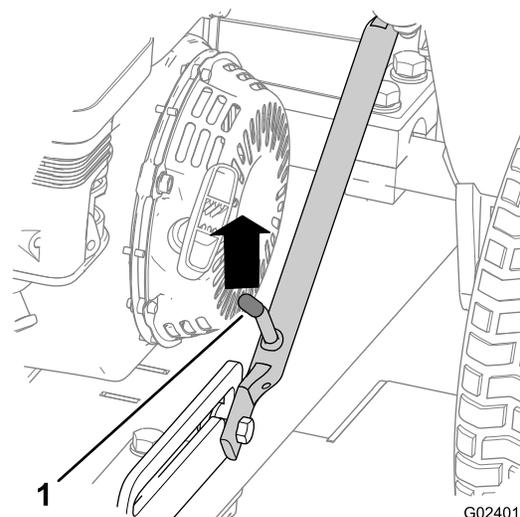
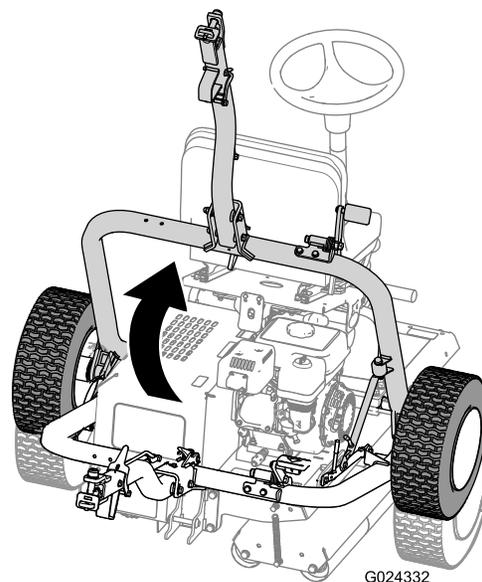

Рисунок 15
Рисунок 19
- А. Поднимайте сцепку, пока фиксирующий рычаг не выйдет из зацепления с прорезью защелки (Рисунок 15).
- D. Поднимайте сцепку (Рисунок 19), пока фиксирующий рычаг не войдет в зацепление с прорезью защелки (Рисунок 15).